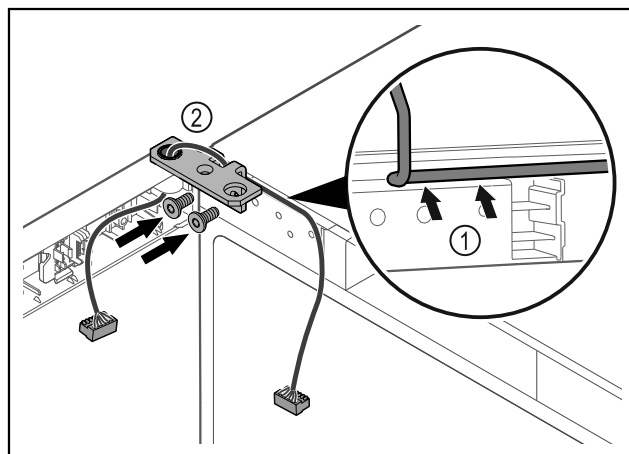

Fig. 41
- ▶ Vezesse át a kábelt a csuklópánton lévő nyíláson, majd óvatosan fektesse le Fig. 41 (1).
- ▶ Csavarozza fel a csuklópántot Fig. 41 (2).